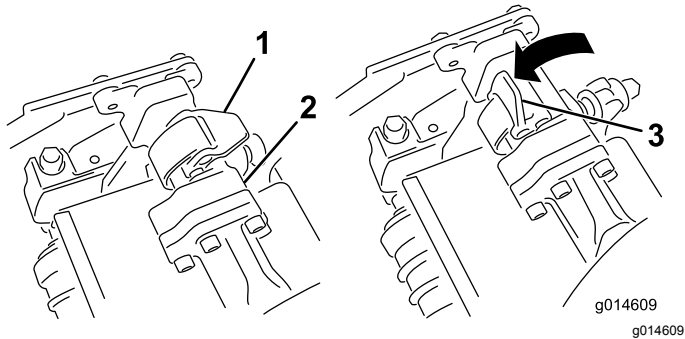
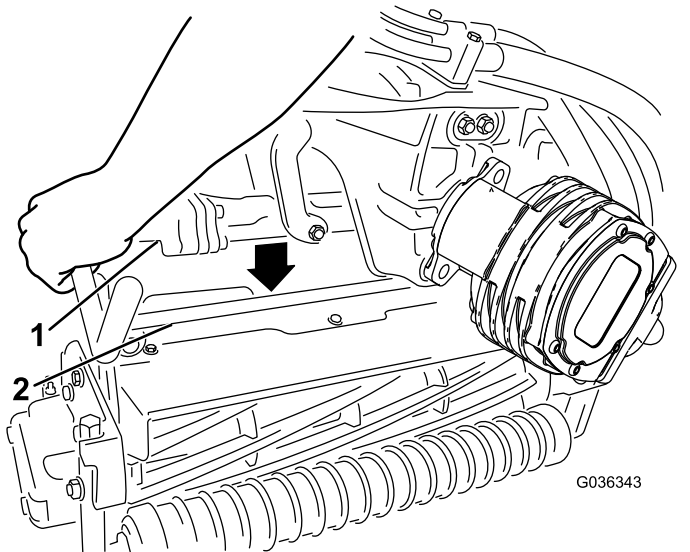

図 51
図 52
4. サスペンションアームのバーについているラッチを上向き開いた状態にして 図 51、サスペンションアームを押し下げて、バーを、カッティングユニットのバーの上に被せるようにする 図 52。
5. ラッチを下げて閉じるとカッティングユニットのバーがロックされてユニットがアームにセットされる 図 51。
5. 取り外したいカッティングユニットのサスペンションアームのバーについているラッチを開く **図 51**。